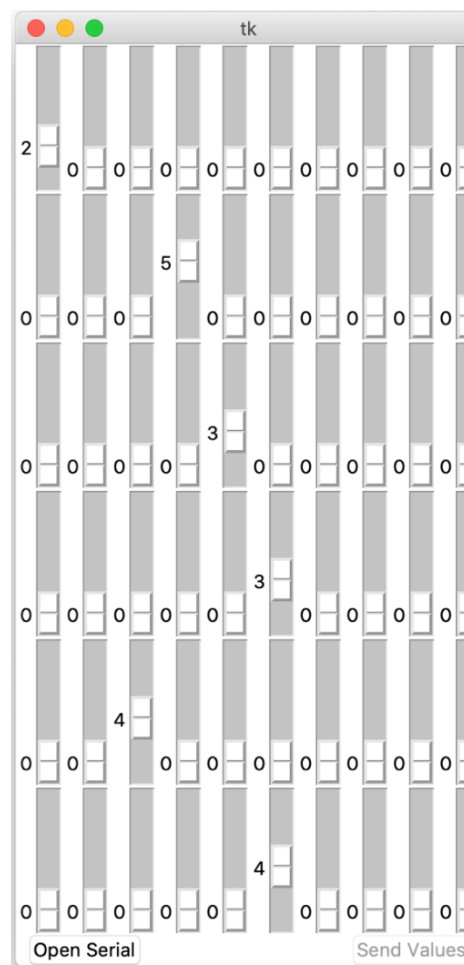

Figure 5. Application génération données capteurs
- L'outil de "génération de données capteur" va écrire dans le port USB les valeurs des différents points en suivant le format (colonne, ligne, intensité) pour chaque point de la grille. Par exemple, la sortie USB série des données générées dans la Figure 5 sera la suivante :